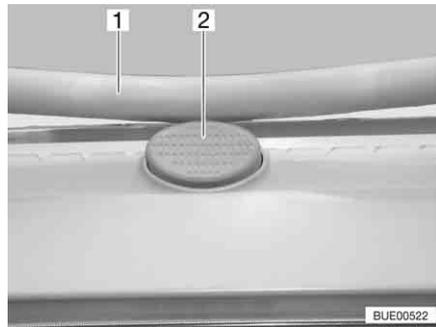

Bild 61 Sicherungsknopf an der Heki-Dachhaube
- Den Sicherungsknopf (Bild 61,2) drücken und den Bügel (Bild 61,1) mit beiden Händen nach unten ziehen.
- Den Bügel mit beiden Händen nach oben drücken, bis der Bügel oberhalb des Sicherungsknopfes (Bild 61,2) liegt.